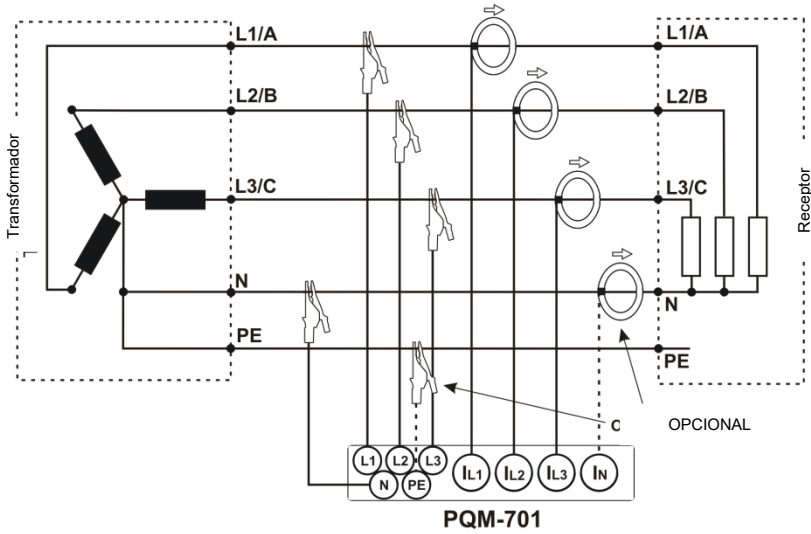

Fig. 6. Esquema de conexión – sistema trifásico tipo estrella con neutro.
- trifásica tipo estrella con conductor neutro (Fig. 6),
*Para calcular correctamente la potencia aparente total S y el factor de potencia total PF en el sistema trifásico con 4 conductores, es necesaria la medición de corriente en el conductor neutro. En tal caso siempre es necesario activar la opción **Medición en el conductor N** y conectar cuatro pinzas como se muestra en la Fig. 6. Más información sobre este tema se puede encontrar en la sección 6.7.5 del Manual del Programa Sonel Análisis 2.0.*